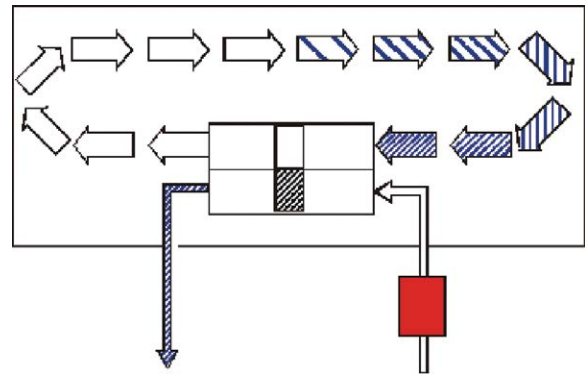

Рис. 2. Адсорбционный метод осушения
**АДСОРБЦИЯ.** Этот метод основан на сорбционных (влагопоглощающих) свойствах некоторых веществ – сорбентов. Имея пористо-капиллярную структуру, сорбенты извлекают водяной пар из воздуха. По мере насыщения сорбента влагой эффективность осушения снижается. Поэтому сорбент нужно периодически регенерировать, т.е. выпаривать из него влагу путем продувания потоком горячего воздуха (см. рис. 2).